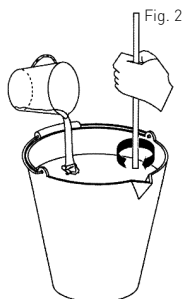

Fig. 2
- Volg deze instructies & zie Fig. 2 om eerst het deksel (1) van de kom (2) te verwijderen:
- 2) Haal het deksel (1) uit de houder aan de voorkant.
- Haal tot slot de vijzel uit het apparaat en verwijder de afdichtingskap (A) en de afdichtingsring van de kom (B). Vervang indien versleten of elke 12 maanden.